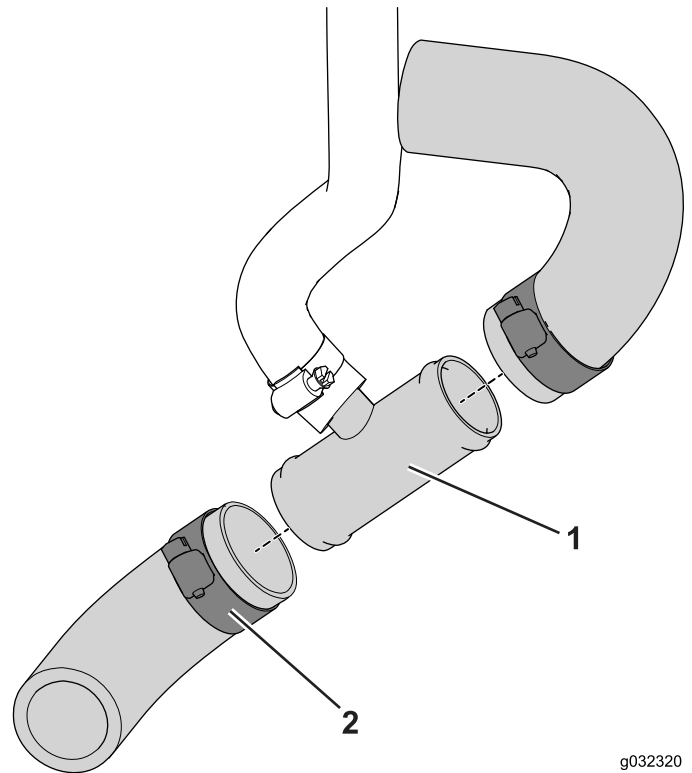

Bild 21
3. Schieben Sie die Schnittenden auf das T-Anschlussstück und befestigen es mit der Schlauchklemme, wie in **Bild 21** abgebildet.